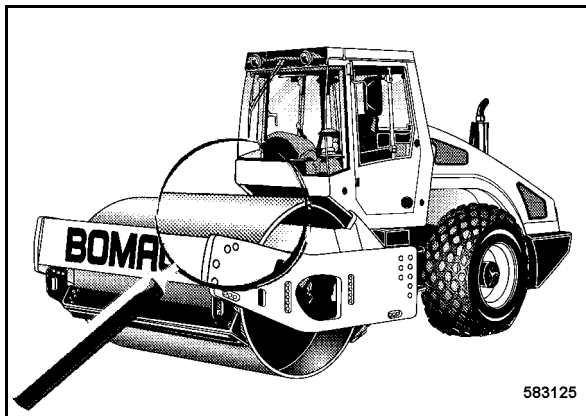

Fig. 222
- La máquina (Fig. 222) se debe limpiar a fondo por lo menos una vez por semana.